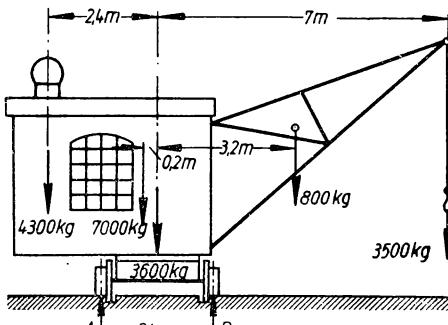

Bild 159
- 293.** Die Teile eines Dampf-Drehkrans (Bild 159) haben folgende Gewichte: Nutzlast 3500 kg in 7 m Ausladung; Ausleger 800 kg; Dampfmaschine mit